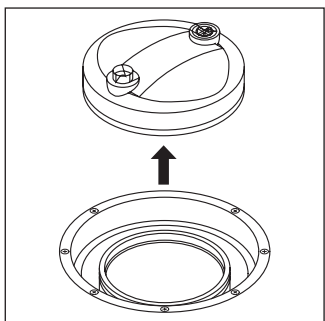

Abbildung 3
- > Nehmen Sie den Deckel ab. (Abbildung 3)